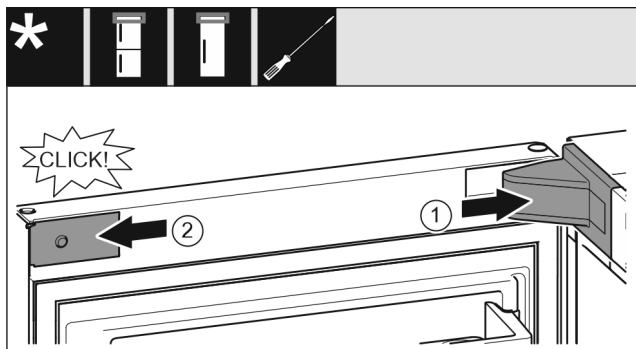

Fig. 24
- ▶ Установите и зафиксируйте крышку опорного кронштейна Fig. 24 (1), при необходимости осторожно разожмите ее.
- ▶ Установите накладку Fig. 24 (2) сбоку и зафиксируйте.